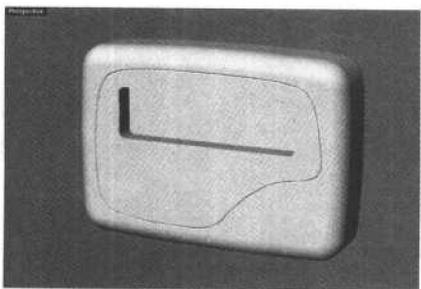

图 1.16 机身的基本框架
- (8) 现在我们要给得到的实体加入倒角，为了操作方便，可以先隐藏掉一个物体。选择任意一个实体，再单击 **Hide** (隐藏物体) 工具，隐藏选中的实体。
- (9) 用上面介绍过的方法给留下的实体做倒角，倒角数值不需要太大，0.1 或 0.2 就够了。
- (10) 选择 **Show Selected Objects** (显示选择物体) 工具显示刚才隐藏的实体，同样给它赋予 0.1 或 0.2 的倒角。
- (11) 选择倒角矩形 (曲线 3)，选择 **Extrude Straight** (直线拉伸) 工具进行拉伸，用它给刚才的实体 (小的那个) 切出屏幕部分，此时的效果如图 1.16 所示。